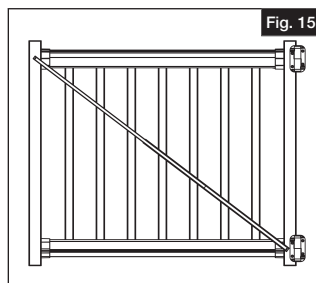

Fig. 15
- Extender el tirante a todo lo largo del portón hasta los montantes; tener en cuenta que uno de los lados estará adyacente a la bisagra (Fig. 15).